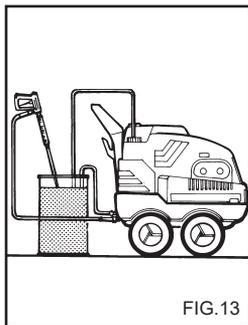

FIG. 13
**JÄÄTYMISENESTOAIINEEN KÄYTTÄMINEN (Fig. 13).**